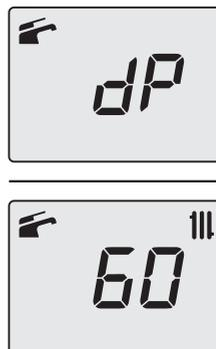

Figura 7.7
- Pulse 3 veces el botón 15 hasta que aparezcan en el display LCD las letras **dP** (deshollinador activado al máximo en agua sanitaria) alternadas con el valor de temperatura del agua de calefacción (ej. **60**), indicando que se ha entrado en la activación de la "función deshollinador" a la potencia máxima en agua sanitaria (Figura 7.7).